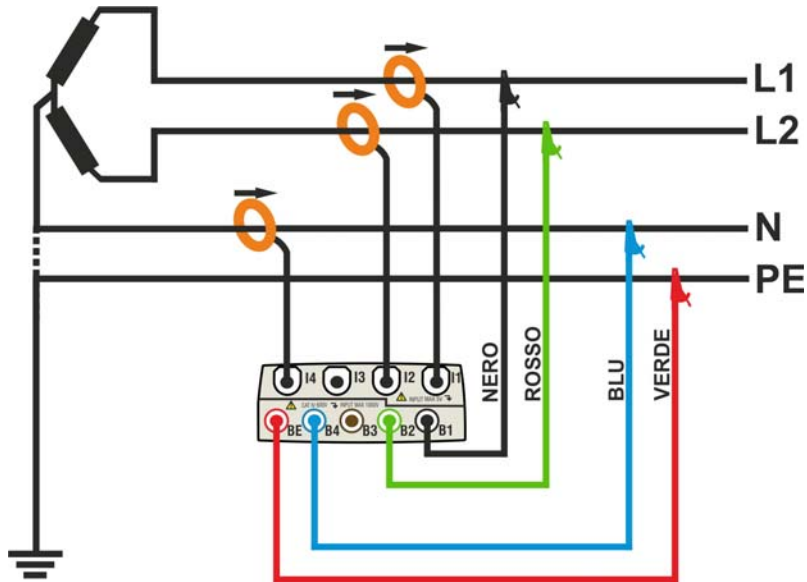

Fig. 178: Collegamento dello strumento in un sistema Bifase 3-fili 3F 2E
2. Collegare i cavi di misura della tensione sui conduttori di Fase L1, L2, N e PE rispettando i colori come mostrato in Fig. 178
3. Collegare le pinze di corrente sui conduttori di Fase L1, L2 e Neutro N come mostrato nella Fig. 178 **rispettando il verso della freccia** presente sulla pinze stesse che indica la direzione convenzionale della corrente da generatore a carico. **Verificare sempre, (selezionando preliminarmente il sistema 3-fili) nelle videate della sezione Visualizzazione Misure, che le Potenze Attive P1, P2 siano sempre positive e che i fattori di potenza Pf1, Pf2 siano corrispondenti ad un carico, normalmente induttivo**, prima di attivare una registrazione. In caso di valori negativi della potenze attive ruotare la pinza di 180° sui conduttori interessati.